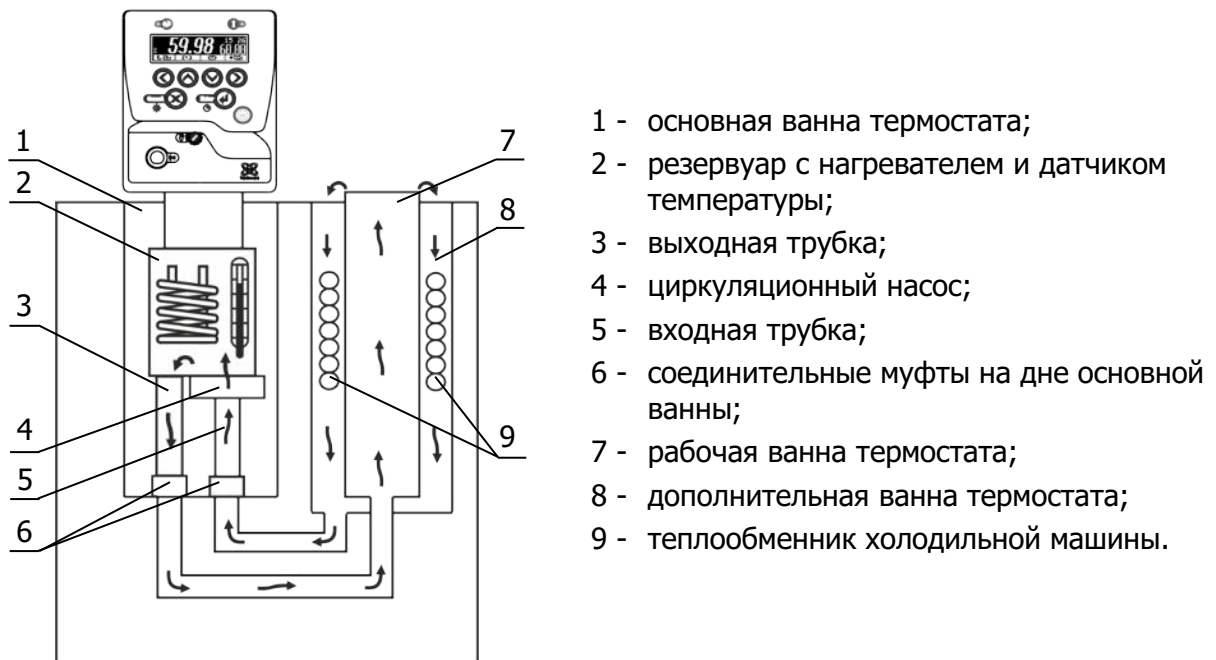
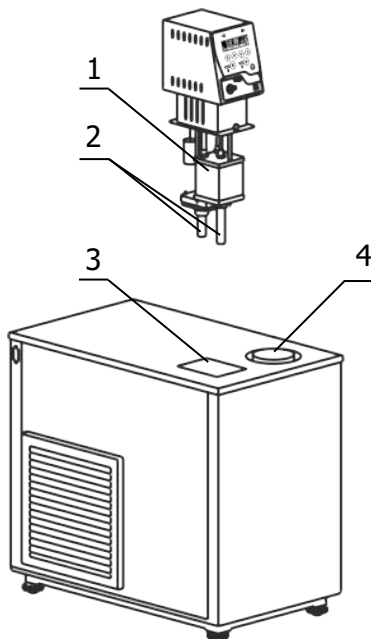

Рисунок 3 — Устройство термостата
Рисунок 4 — Установка блока регулирования
1.4.9 Циркуляционный насос 4 блока регулирования температуры (рисунок 3), через входную трубку 5 забирает теплоноситель из дополнительной ванны 8 и нагнетает его в резервуар 2 с нагревателем и датчиком температуры. В резервуаре температура теплоносителя регулируется и далее, через выходную трубку 3, теплоноситель поступает в рабочую ванну 7, а из нее, переливом через верхний край ванны, поступает в дополнительную ванну 8, где происходит охлаждение теплоносителя при помощи теплообменника холодильной машины 9.
2.2.3 Вставить входную и выходную трубки 2 (если они не были установлены предприятием-изготовителем) во входной и выходной патрубки блока регулирования и зафиксировать их винтами (рисунок 4). Выходную трубку следует вставлять в резервуар 1 косым срезом до упора.
2.2.4 Установить блок регулирования в отверстие 3, при этом входная и выходная трубки 2 (рисунок 4) должны войти в соединительные муфты 6 (рисунок 3) на дне основной ванны. После установки закрепить блок регулирования на ванне винтовыми фиксаторами.
2.2.6 Заполнить ванну термостата теплоносителем через отверстие над рабочей ванной 4 (рисунок 4). Перелив теплоносителя из рабочей ванны в дополнительную и основную ванны займет некоторое время. Заполнять ванны следует до момента начала слива теплоносителя из переливного штуцера 7. Температурный диапазон применения теплоносителя должен соответствовать значениям, указанным в 0.
Причина отсутствия перелива — неправильная работа насоса, вызванная воздушной пробкой, образовавшейся в резервуаре 1 (рисунок 4). Для ее устранения необходимо: